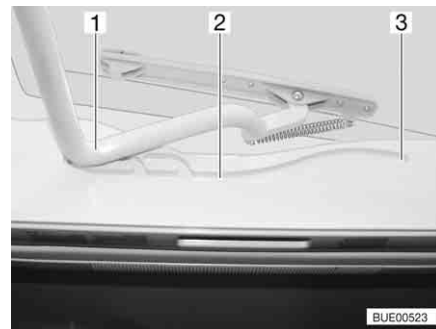

Bild 61 Heki-taklucka, spår
- Dra in bygel (Bild 61,1) i spåren (Bild 61,2) till den bakersta positionen (Bild 61,3).
- Tryck bygel (Bild 61,1) lätt uppåt med båda händerna.
- Drag bygel till önskad position i spåret (Bild 61,2).